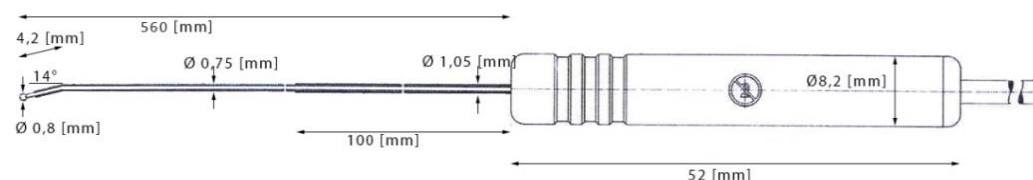

Figure1
- Una volta individuate patologie cicatriziali o aderenziali, collegare l'elettrodo al generatore **Resablator 50** tramite apposito connettore (vedi Fig.1). Introdurre l'elettrodo **Resaflex** tramite uno dei due accessi posteriori "Tool1" o "Tool2" della videoguia **Resascope**.
- After identifying pathologies scarring or adhesions, connect the electrode to the generator **Resablator 50** using the appropriate connector (see Fig. 1). Introduce the electrode into the channel "Tool1" or "Tool2" of the videoguide **Resascope**.